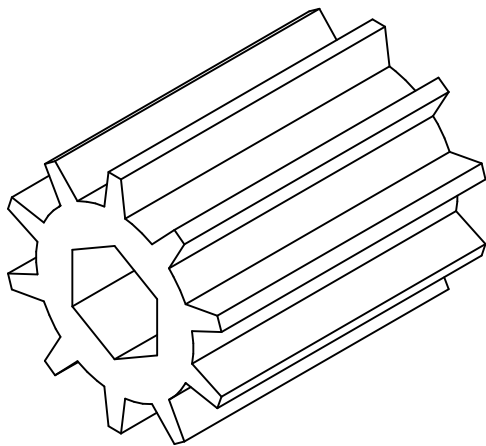
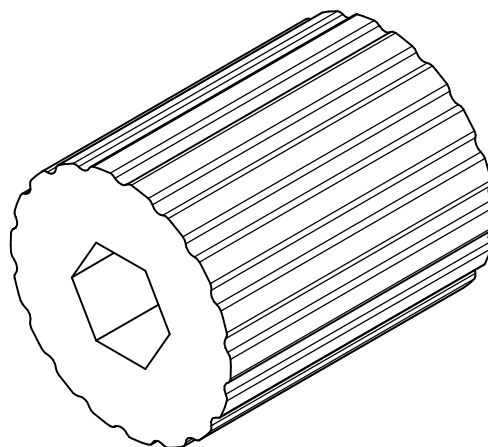

Рис.98 - Катушка стандартная.
Рис.99 - Катушка мелкосемянная.
В заводской комплектации в дозаторах установлены валики со стандартными катушками рис.98, валики с мелкосемянными катушками рис.99 поставляются потребителю в комплекте в сборе с валом.
- при норме высева **30...400 кг/га** - стандартная (рис.98);
- при норме высева **2,5...50 кг/га** - мелкосемянная (рис.99).